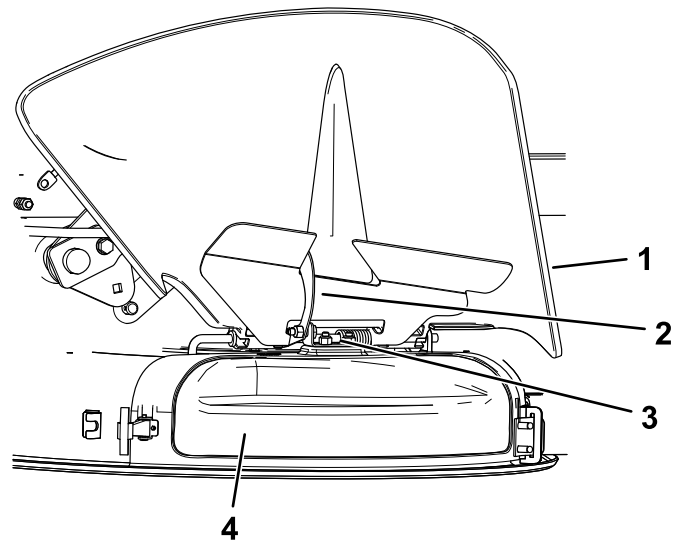

Figura 15
4. Eliberați elementul de fixare în formă de cârlig de la partea superioară a capacului de evacuare de la tija de pivotare (Figura 15).
5. La partea superioară a capacului de evacuare, cuplai elementul de fixare în formă de cârlig pe tija de pivotare a ansamblului deflector (Figura 15).